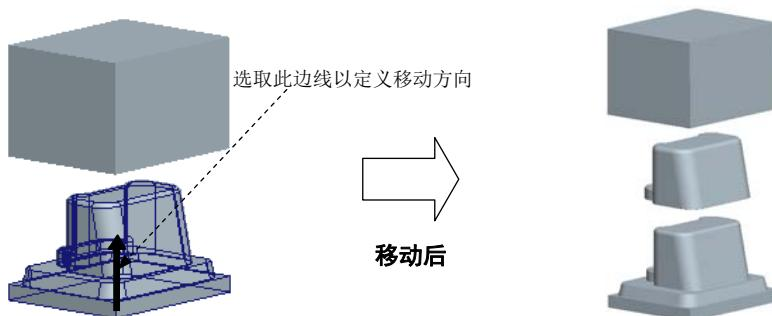

图 4.17 移动下模
Step3. 移动下模。选择下模，下模的移动方向如图 4.17 所示，移动距离值为-100.0。